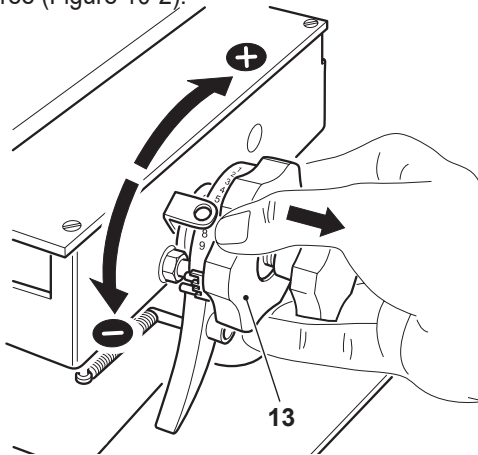

Figure 10-2
- Tirez le régulateur d'épaisseur de tranchage (13) vers l'utilisateur et tournez-le dans le sens horaire à la position désirée (Figure 10-2).